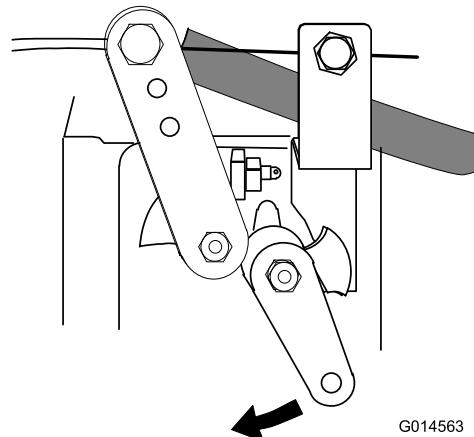

Figure 29
- Si le moteur ne s'arrête pas lorsque la clé de contact est en position **0**, actionnez le levier d'arrêt du moteur vers l'avant (Figure 29).